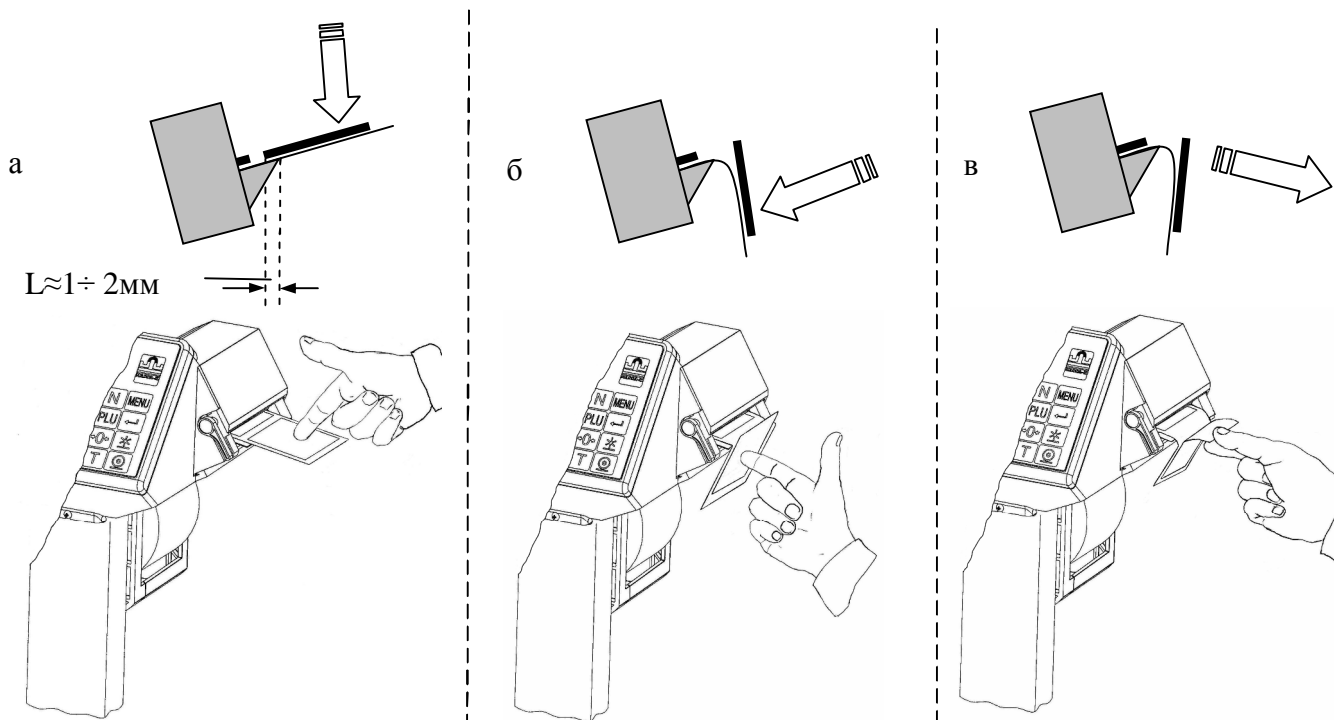

Рисунок 6.7 - Отделение этикетки
- после печати этикетка выйдет из принтера и остановится над отделительной пластиной (рис. 6.7а);
- легким нажатием указательного пальца отклонить этикетку вниз вместе с лентой (рис. 6.7б). Край этикетки отделится от ленты;
- снять этикетку с ленты, удерживая ее за верхний край большим и указательным пальцами (рис. 6.7в).
3 Если край этикетки не отделяется при нажатии или отделяемый край слишком мал, то необходимо откорректировать место остановки этикетки. Рекомендованное место остановки, когда край этикетки не доходит до конца отделительной пластины на 1÷2 мм (см. рис. 6.7а). Порядок изменения места остановки этикетки описан в разделе 7.1.2.3.